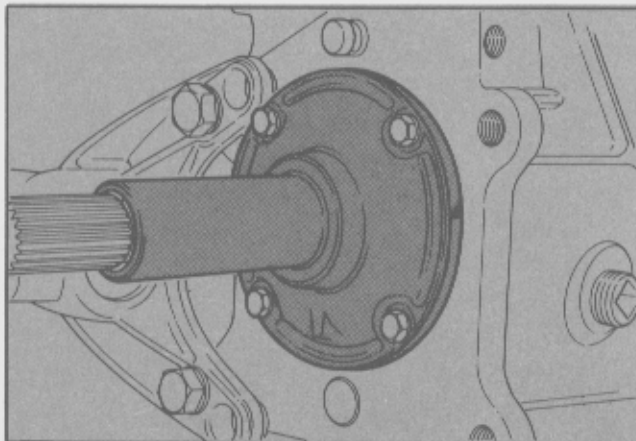

Fig. 11 - Extracción del manguito guía del cojinete de empuje.
- Extraer el manguito guía del cojinete de empuje (4 tornillos) (Fig. 11).